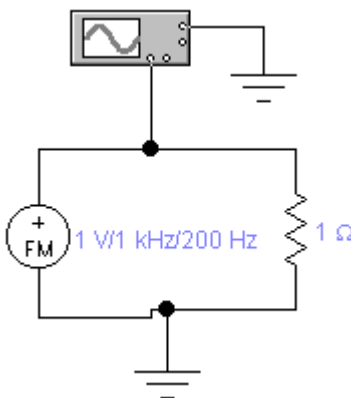

Рис. 21. Схема исследования частотно-модулированных колебаний
1. Собрать схему (Рис.21). Амплитуду несущего колебания (несущей) – (**Carrier Amplitude**) установить равной **1 В**, частоту несущей (**Carrier frequency**) этого колебания выбрать равной  **$F = 10\text{N}$  кГц**. Частоту модуляции (**Modulation frequency**) установить равной  **$F/5$** , а коэффициент ЧМ (**Modulation index**) = **2.41**.